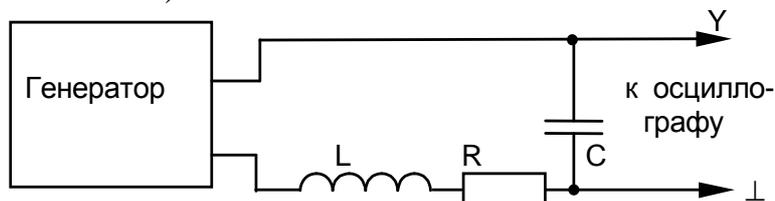

Рис. 5
2. Соберите цепь по схеме (рис. 5) ( $R$  - активное сопротивление катушки индуктивности).